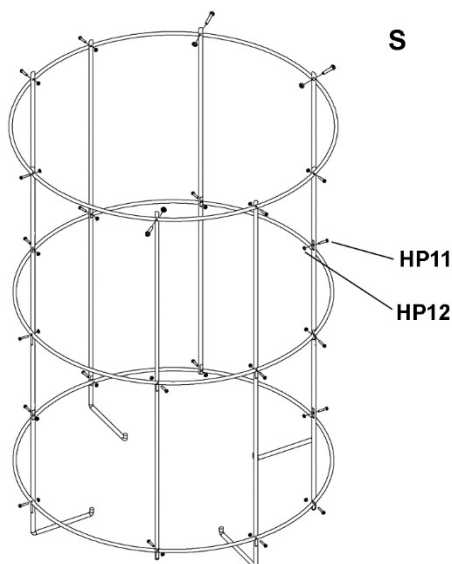

Abbildung 13
18. Die kurzen und die langen Rahmenstützstreben wie in Abb. 13 gezeigt abwechselnd in die Bügel einschrauben. Mit den je 24 Flachkopfschrauben und Sechskantmutter (HP11, HP12) sichern. (Hinweis: Die Wölbungen an den langen Stützstreben müssen wie in der Abbildung gezeigt nach innen weisen.)